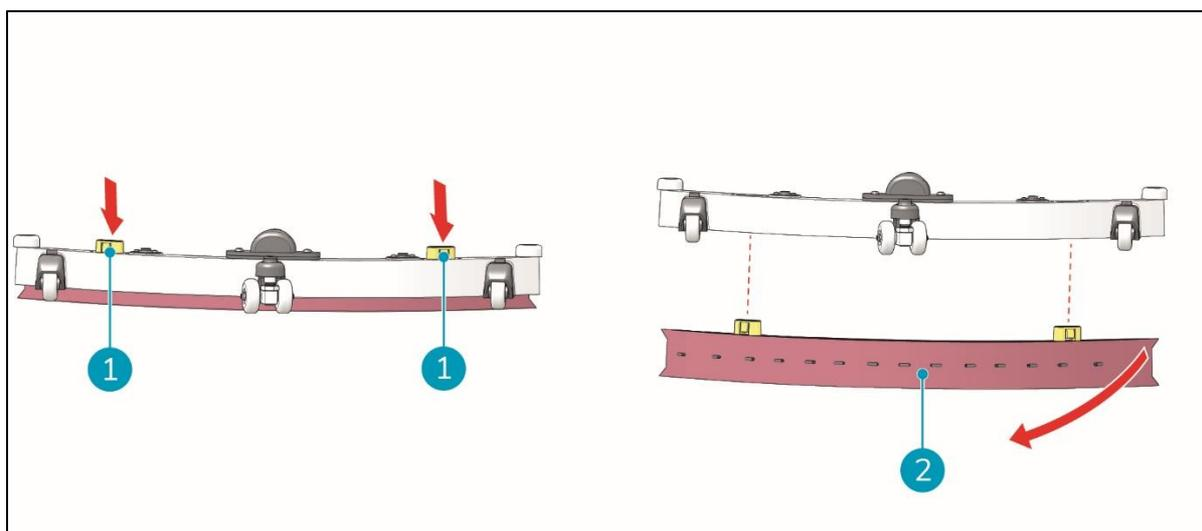

Figura 30
2. Quando l'unità è stata rimossa dal piano di lavaggio, premere contemporaneamente le due manopole nere sulla parte superiore dell'unità tergipavimento (Figura 30, pos. 1). Il supporto delle lame del tergipavimento si stacca dal gruppo lame del tergipavimento. Ora le lame del tergipavimento sono esposte.
3. Estrarre le lame di gomma anteriori e posteriori del tergipavimento dai pomelli metallici del supporto (Figura 30, pos. 2).